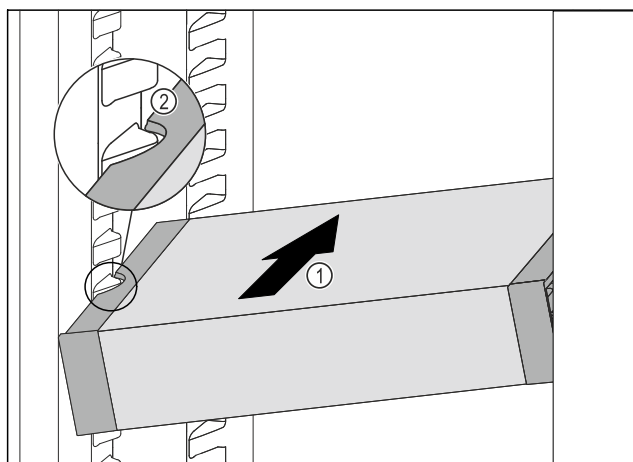

Fig. 167
- VarioSafe zasúvajte šikmo do chladničky Fig. 167 (1), kým sa bočné vybrania Fig. 167 (2) VarioSafe nebudú nachádzať vo výške rebra nádoby v chladničke.